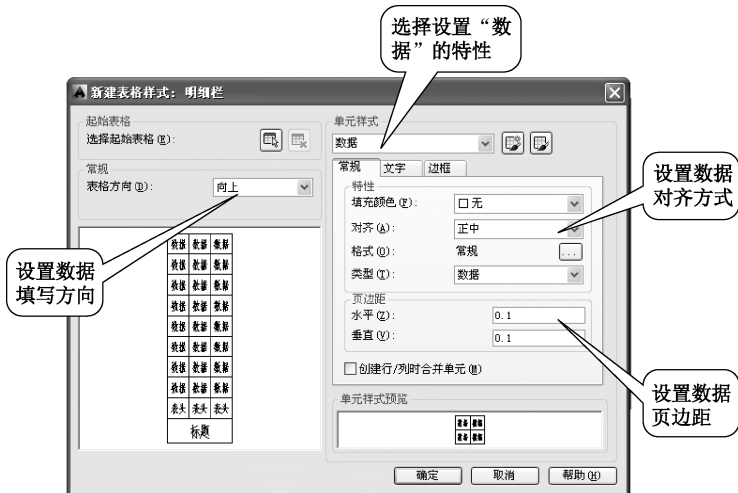

图 6-29 “新建表格样式：明细栏”对话框
(3) 单击“继续”按钮 **继续**，弹出“新建表格样式：明细栏”对话框，如图 6-29 所示，在“单元样式”下拉列表中选择“数据”，设置明细栏数据的特性。
(4) 在“表格方向”下拉列表中，选择“向上”，即明细栏的数据由下向上填写，如图 6-29 所示。
(5) 在“常规”选项卡“对齐”下拉列表中选择对齐方式为“正中”，指定明细栏中的数据书写在表格的正中间；在“页边距”选项组的“垂直”，“水平”文本框中均输入“0.1”，指定单元
格中的文字与上下左右单元边距之间的距离,如图 6-29 所示。
在“表格样式”对话框单击按钮, 弹出“创建新的表格样式”对话框, 如图 6-28 所示。输入新的表格样式名后, 单击按钮, 将弹出“新建表格样式”对话框, 如图 6-29 所
① “起始表格”选项:单击“起始表格”图标可以在图形中指定一个表格用作样例来设置新表格样式的格式。选择表格后,可以指定要从该表格复制到表格样式的结构和内容。单击“删除表格”图标,可以将表格从当前指定的表格样式中删除。
② “表格方向”选项:用于设置表格的方向。“向上”选项创建由下而上读取的表格,标题行和列标题行都在表格的底部。“向下”选项创建由上而下读取的表格,标题行和列标题行都在表格的顶部。
③ “单元样式”选项:用于确定新的单元样式或修改现有单元样式。系统默认有“标题”“表头”和“数据”三种样式。
④ “常规”选项卡(如图6-29所示):“特性”选项组用于指定单元格的填充颜色及单元格内容的对齐方式等。“页边距”选项组中的“水平”用于指定单元格中文字与左右单元边界之间的距离;“垂直”用于指定单元格中文字与上下单元边界之间的距离。